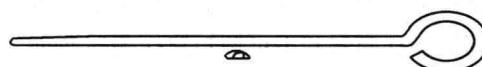

图 1-23 压线条
压线条又称插条，是小型电动机嵌线时必须使用的工具。压线条插入槽口有两个作用：①利用楔形平面将槽内的部分导线压实或将槽内所有导线压实，压部分导线是为了方便继续嵌线，而压所有导线是为了便于插入槽楔，封锁槽口；②配合划线片对槽口绝缘进行折合、封口。最好根据槽形的大小制成不同尺寸的部件，压线条整体要光滑，底部要平整，以免操作时损伤导线的绝缘和槽绝缘。一般用不锈钢棒或不锈钢焊条制成，横截面为半圆形，并将头部锉成楔状，便于插入槽口中，如图 1-23 所示。